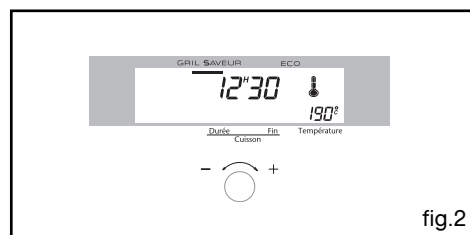

fig.2
- Après ces 3 actions, le four chauffe et une barre horizontale dans l'afficheur sous le texte "GRIL SAVEUR" s'illumine, vous indiquant que la fonction est en service (fig.2).